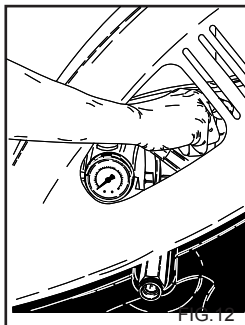

FIG. 12
O dispositivo regulador de pressão, fig. 12, permite regular a pressão de trabalho. Rodando o manípulo C no sentido inverso ao dos ponteiros do relógio (B) (mínimo) obtém-se uma redução da pressão de funcionamento.